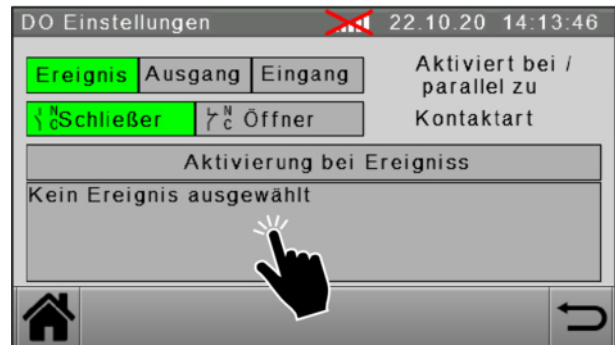

Abb. 75: Aktivierung bei Ereignis
4. Ereignis(se) wählen, bei dem der Ausgang schaltet (siehe Abbildung 75, Abbildung 76, Abbildung 77).